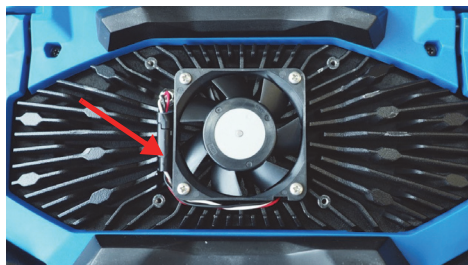

Рис. 4-3 Отсоединение (слева) и правильное размещение кабеля вентилятора (справа)
3. В случае повреждения или сбоя в работе вентилятора, аккуратно отсоедините кабель (Рис. 4-3 на стр. 59) и замените вентилятор.
4. Перед сборкой убедитесь, что кабель правильно расположен и подсоединен (Рис. 4-3 на стр. 59).